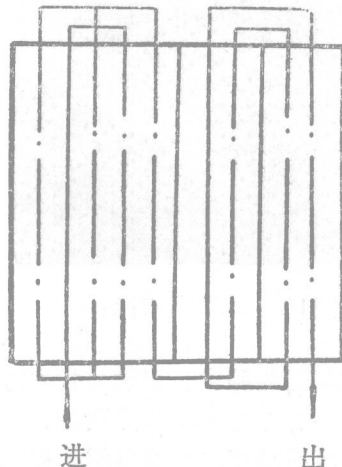

图 8 内翻耕作法
② 内翻耕作法（图 8）：从第一个小区中线左侧下犁，沿直线前进，到地头起犁调头，再沿这条中线另一侧进行。这种耕作结果是中间成闭垄，两侧形成开垄。